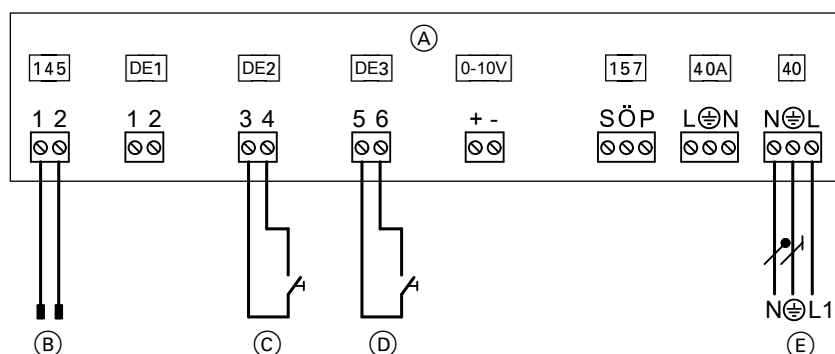

Abb. 37
- An Erweiterung EA1 gemäß Abb. 37